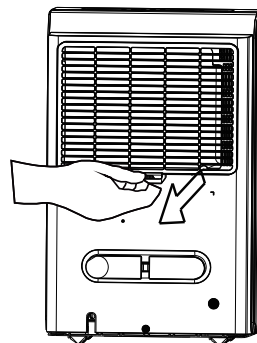

Fig. 14
- For at fjerne filteret, træk filteret udad (Se fig.14).